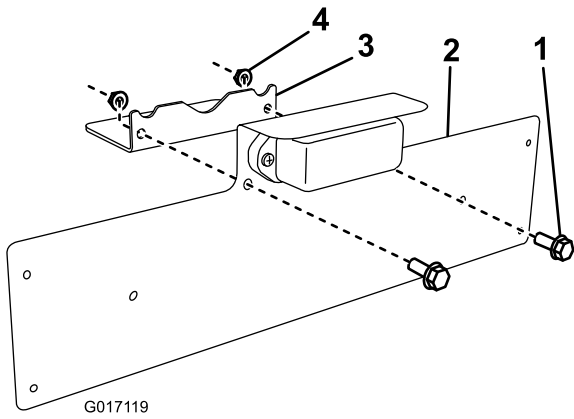

Figura 2
2. Instale el conjunto de la luz y el soporte de la placa en el soporte de montaje usando dos tornillos de cabeza hexagonal con arandela prensada (5/16-18 pulgadas) y dos tuercas con arandela prensada (5/16 pulgada), según se muestra en Figura 2.